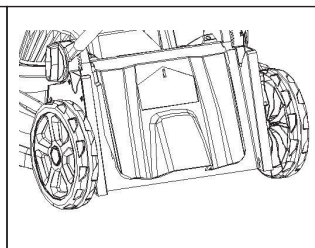

Fig.8C
- Fermez le couvercle arrière (Fig. 8C).